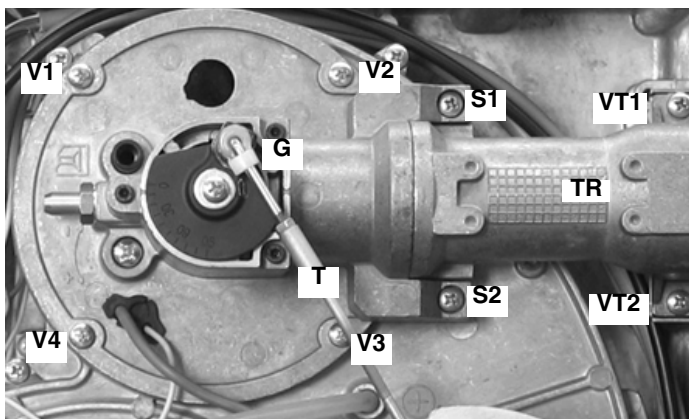

Fig. 16
- 1 Entfernen Sie den Kunststoffhaken **G** und haken Sie die Zugstange **T** aus. (Fig. 16) und ihn herausziehen (nach außen ziehen).
- 2 Entfernen Sie die Schrauben **V1**, **V2**, **V3**, **V4**, **VT1** und **VT2** (Fig. 16).